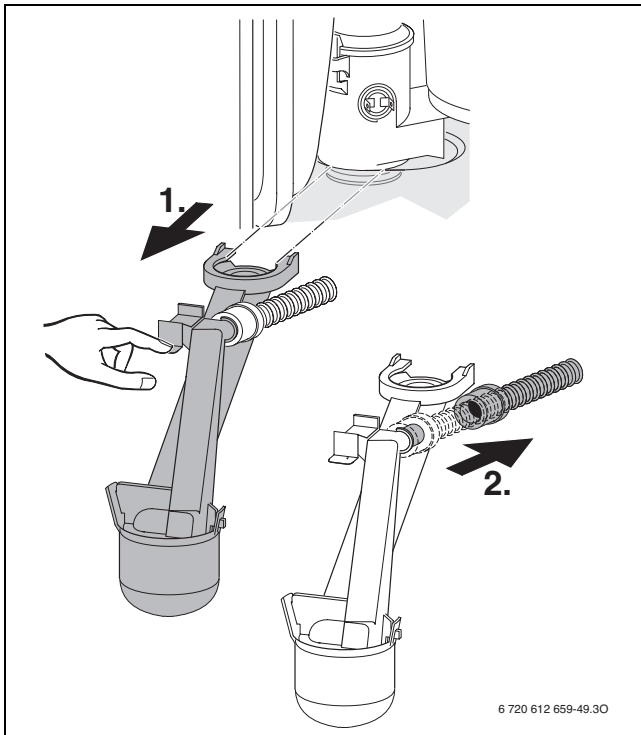

Bild 78
- ▶ Kondensatsiphon ausbauen (→ Bild 78) und geeignetes Gefäß unterstellen.